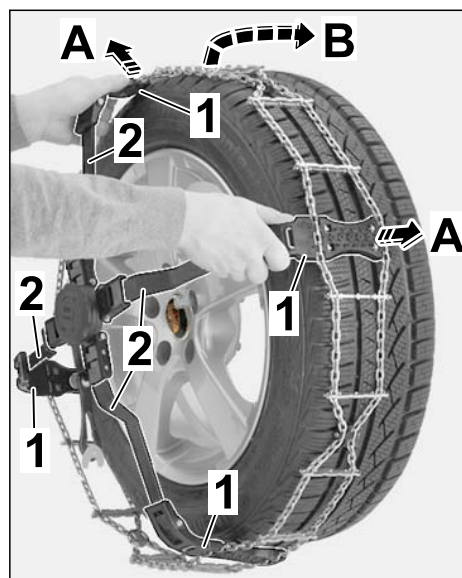

Figura 7
- 2.2.2 Desplegar dos garras de plástico aledañas (\Rightarrow Figura 7-A) y guiar la red de eslabones desde arriba \Rightarrow Figura 7 tanto como sea posible sobre la rueda trasera (\Rightarrow Figura 7-B).